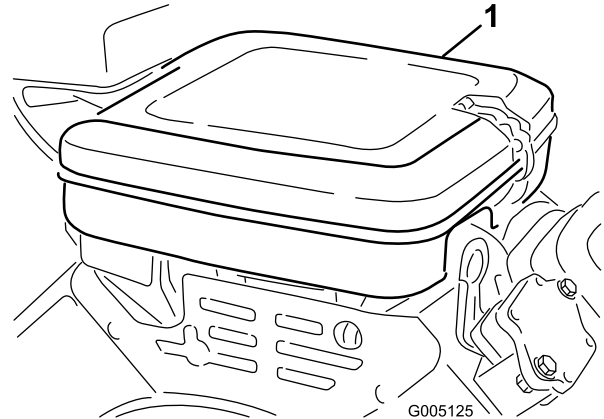

Bild 47
1. Lösen Sie die Verschlussclips und entfernen die Luftfilterabdeckung (Bild 47). Reinigen Sie die Abdeckung gründlich.